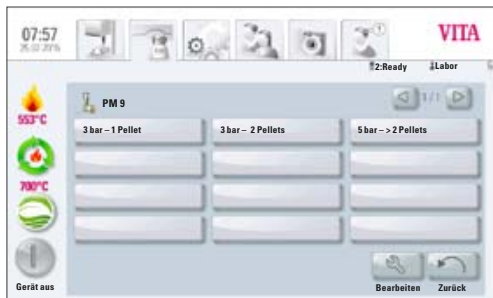

Bild 1 Pressprogramme
- Im Reiter User (Bild 1) Taste **Bearbeiten**  betätigen
Die **Pressmaterial** Taste betätigen, Display zeigt verfügbare Pressprogramme (Bild 1).